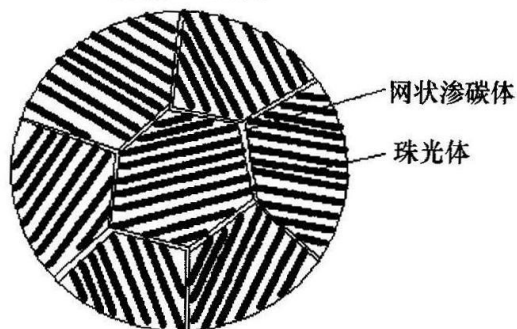

图 9-3 第七题解答图
1.1% C 的钢由液相冷却时先进入  $L + \gamma$  奥氏体两相区，形成枝晶或等轴状  $\gamma$  奥氏体，然后进入奥氏体单相区；继续冷却到  $\sim 760^\circ\text{C}$ ，沿晶界析出二次渗碳体，在  $727^\circ\text{C}$  剩余的奥氏体转变为珠光体，最后的组织是珠光体 + 网状二次渗碳体，如图 9-3 所示。